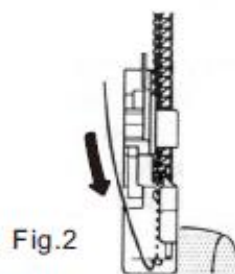

Fig.2
REMARQUE: Lors des remailages et des découpes simultanés, coupez le tissu sur 3 cm environ en suivant la nouvelle ligne de couture avant de le tourner. Fig. 2.
3. Insérez le fil dans le trou avant ou arrière du pied presseur (selon la tâche souhaitée, voir les schémas présentés dans les figures 2 et 3), puis passez-le sous le pied presseur ou à l'arrière de celui-ci.
passez le fil dans le trou avant du pied presseur en vous assurant qu'il est placé entre les fils d'aiguilles gauche et droite lorsqu'il se dirige vers le trou avant. (Fig. 2).